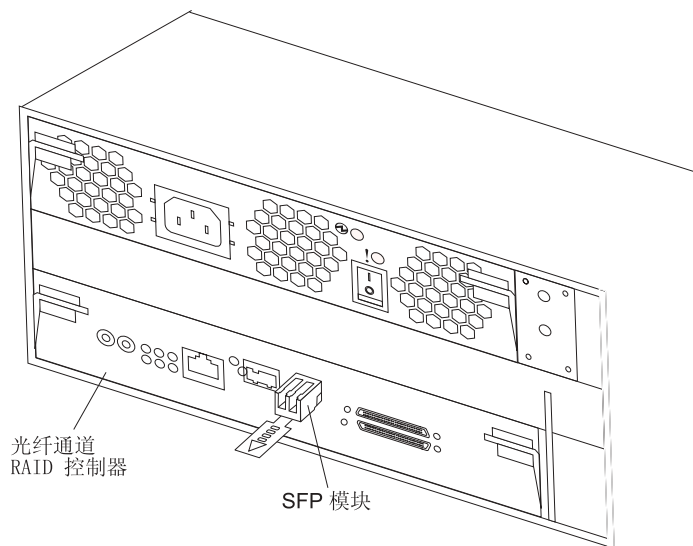

图 18. 将 SFP 模块安装入主机接口
4. 旋转 SFP 模块，使得塑料或线卡口位于底部；然后将其插入主机接口，直到它咬合到位。请参阅第 23 页的图 18。